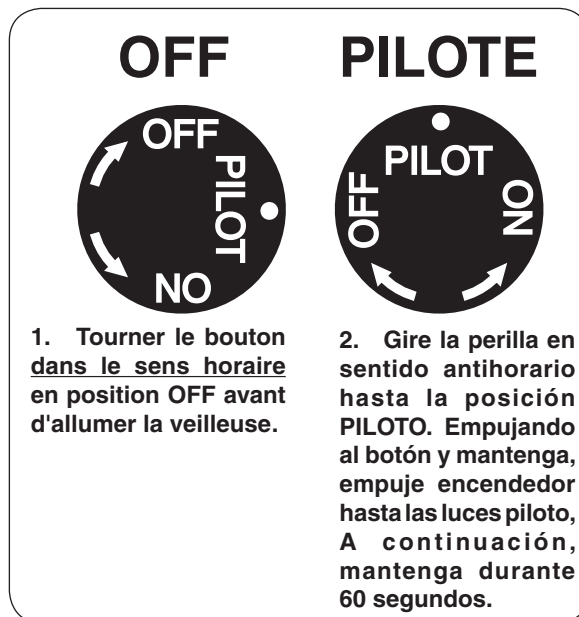

Fig. 36-1 Détail bouton de commande (OFF, PILOTE)
1. Localiser la vanne sur le côté gauche de l'appareil. Appuyer sur le bouton de contrôle du gaz et tourner dans le sens horaire en position **OFF** (Fig. 36-1).
**Attendez cinq (5) minutes pour n'importe quel gaz dans l'unité de se dissiper. S'IL YA UNE ODEUR DE GAZ, voir l'étape B CI-DESSUS.** Si vous ne sentez pas de gaz, passez à l'étape 2.
2. Tournez le bouton de réglage dans le sens antihoraire pour **PILOTE** (Fig. 36-1). Appuyez sur le bouton de commande **fermement et pleinement** enfoncée. Empuje el botón del encendedor piezoeléctrico Varias veces hasta las luces piloto. Continuez à tenir le bouton de commande pendant environ 60 secondes après que le pilote est allumé, puis relâchez le bouton. Le pilote reste allumé.